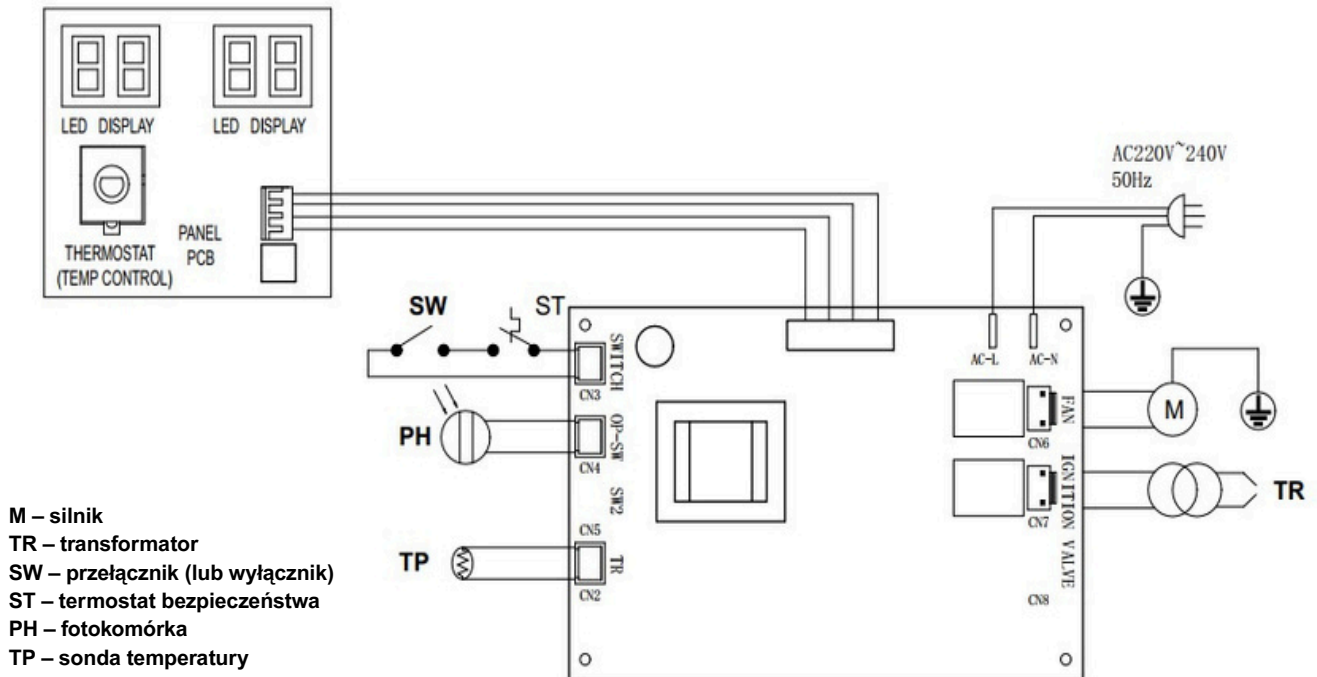

RYS. 6
**ROZRUCH W NISKIEJ TEMPERATURZE:** przy niskiej temperaturze podczas zapłonu trzymaj palcem zamknięty otwór wentylacyjny powietrza (patrz Rys. 6), aby ułatwić rozruch.
### Regulacja ciśnienia kompresora (Rys. 6)